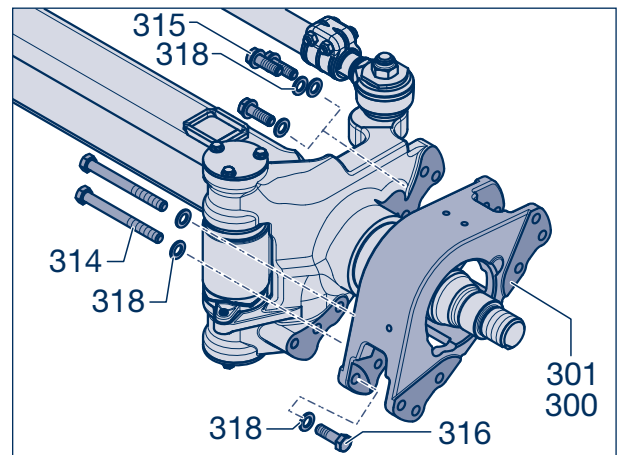

Figure 2
Pour les modèles avec moyeu B, un support doit être monté entre le frein à disque et la fusée (figure 2).
- [1] Nettoyer les surfaces de contact du support de frein / du support / du support de l'étrier de frein (figure 2). Celles-ci doivent être propres et exemptes de graisse et de peinture.
- [2] Fixer sans trop serrer le support (300, 301) avec une vis d'ajustage (316) et une rondelle (318) sur le support de frein (figure 2).
- [3] Visser le support (300) avec de nouvelles vis cylindriques (314, 315 / surplat 24) et rondelles (318) sur le support de frein et fixer toutes des vis avec **300 Nm** (280 - 330 Nm) (figure 2).
- [4] Monter le support de l'étrier de frein sur le support (300, 301) avec de nouvelles vis (315, surplat 24) et rondelles (318).